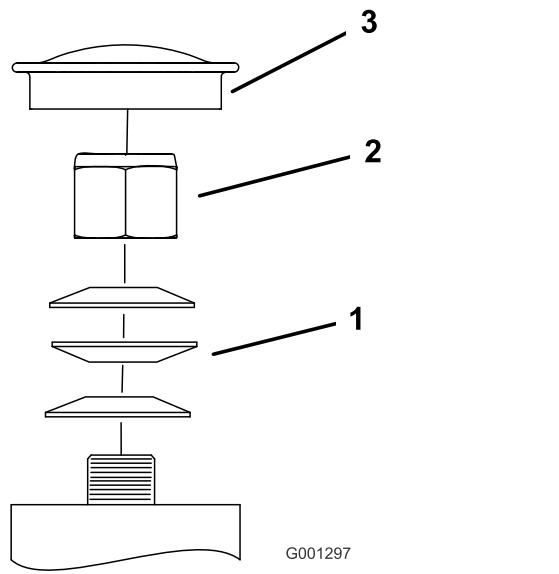

Figura 54
3. Retire el tapón guardapolvo de la rueda giratoria y apriete la contratuerca (Figura 54).
4. Apriete la contratuerca hasta que las arandelas de muelle estén planas, luego afloje  $\frac{1}{4}$  de vuelta para establecer la pre-carga correcta de los cojinetes (Figura 54).
5. Coloque el tapón anti-polvo (Figura 54).